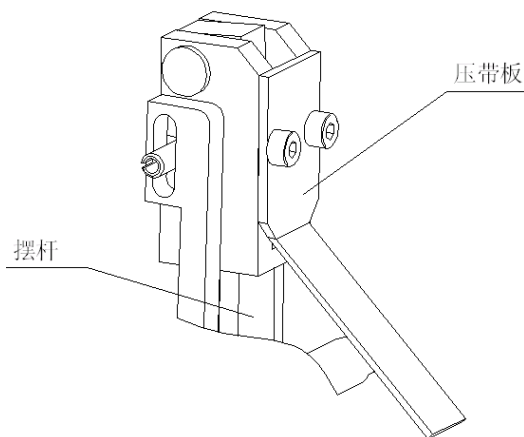

图 5-6
- e. 压带板太低（见图 5-6）：压带板是为穿带方便而设置的，但如果将其调得太低而与摆杆底面间隙太小，以至影响到带子自由进退时，就要产生送带不到位。此时应将压带板适当提高。